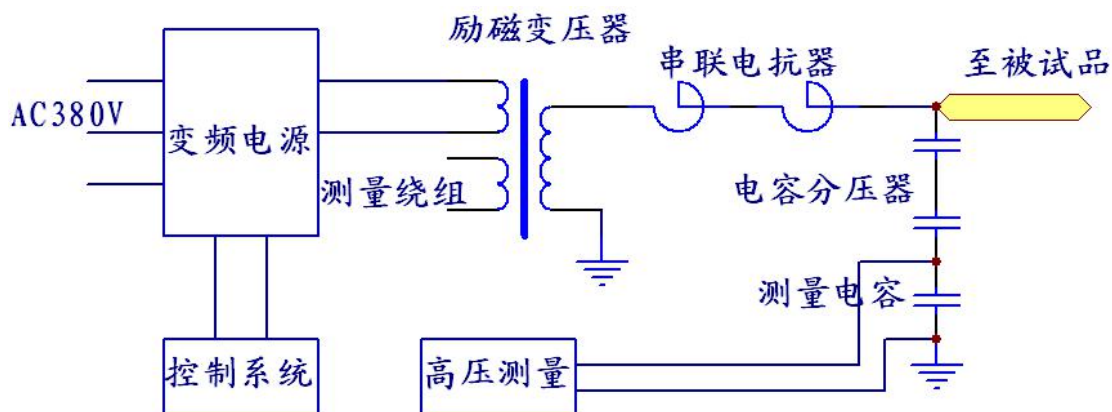

图 9 SN5580 型变频电源装置进行串联谐振交流耐压试验接线图
- 变频柜的负载能力必须按图 9 的曲线规定范围内，严禁在低电压时带大电流负载。在曲线的下部分为安全区，否则将增大管耗，严重时导致放大回路的三极管损坏。